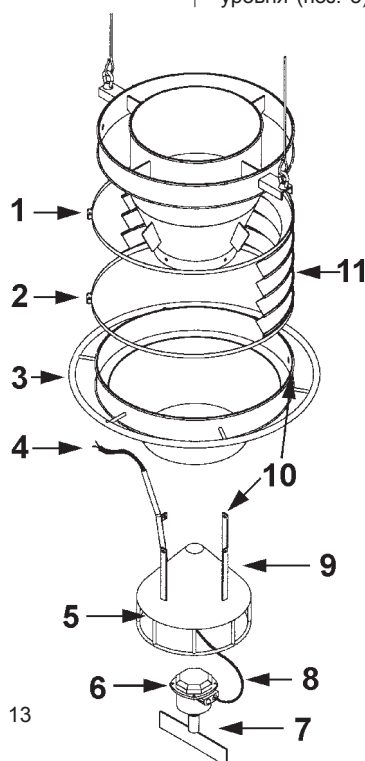

Fig. 13
- Slacken the lower and upper locking clamps (item 1/2, fig. 13) of the unloading end bellows (item 11).
- Unscrew the bolts (item 5) of the level indicator protection cone cover (item 9).
- Unscrew the four screws of the level indicator (item 7) and remove the cover.
- Disconnect the cable (item 8) from the terminal and remove the level indicator by extracting the electric cable from the cone.
- Remove the four nuts (item 10).
- Remove the screws from the bolts and hold the level indicator protection cone (item 8) to prevent it from falling.
- Remove the level indicator protection cone (item 9) together with the unloading end (item 3).
- Extract the old bellows from the unloading end (item 11).
- Position the new bellows on the unloading end (item 11) and fix to the upper part by means of the locking clamps (item 1).
- Pass the electric cable (item 4) through the tube in the level indicator protection cone (item 5).
- Die unteren und oberen Befestigungsschellen (Pos. 1/2 Abb. 13) des Schlauchs des Verschleißkegels (Pos. 11) lockern.
- Ослабьте верхний и нижний (поз.1/2, рис.13) хомуты крепления сильфона разгрузочного терминала (поз. 11).
- Allentate le fascette di bloccaggio inferiore e superiore (pos. 1/2 fig.13) del soffietto del terminale di scarico(pos.11).
- Svitare i bulloni (pos.5) del coperchio dal cono di protezione dell'indicatore di livello (pos.9).
- Svitare le quattro viti dall'indicatore di livello (pos.7) e rimuovetene il coperchio.
- Scollegate il cavo (pos.8) dalla morsettiera e togliete l'indicatore sfilandone il cavo elettrico dal cono stesso.
- Rimuovete i quattro dadi (pos.10).
- Rimuovere le viti dei bulloni e reggete il cono di protezione dell'indicatore di livello (pos.10) per impedire che cada.
- Rimuovete il cono di protezione dell'indicatore di livello (pos.9) assieme al terminale di scarico (pos. 3).
- Estraete il vecchio soffietto dal terminale di scarico (pos.11).
- Posizionate il nuovo soffietto al terminale di scarico (pos.11) e fissatelo nella parte superiore con la fascetta di bloccaggio (pos.1).
- Fate passare il cavo elettrico (pos.4) attraverso il tubo nel cono di protezione dell' indicatore di livello (pos. 5).